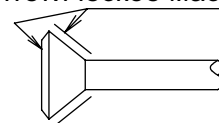

Рис. 14
- При присоединении гайки раструба покрывайте часть раструба (и внутри, и снаружи) эфирным или сложноэфирным синтетическим маслом, поверните гайку три или четыре раза вручную и затем затяните ее ключом. (См. рис. 14)